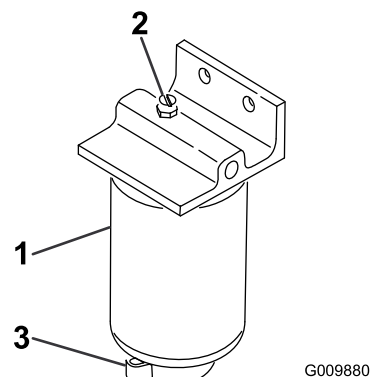

Bild 63
2. Lösen Sie das Ablassventil an der Unterseite der Filterglocke (Bild 63).
1. Reinigen Sie den Anbaubereich der Filterglocke (Bild 63).